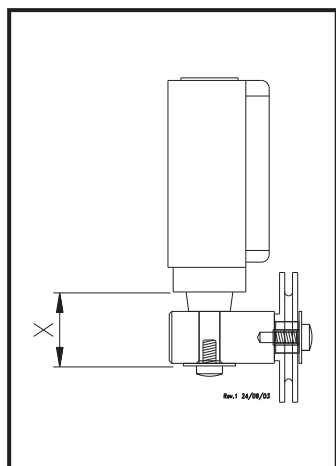

Fig.38 - Abb.38
7 - Pull the cable out for a length of 32 mm (Fig.38), then secure it with the second clamp.
7) Vérifier et assurer que la distance illustrée en fig. 38 soit 32 mm avec une tolérance maxi. de +/- 1 mm.
7) Sicherstellen, dass der in Abb. 38 gezeigte Abstand 32 mm mit einer max. Toleranz von +/- 1 mm ist.
7 -Comprobar y garantizar que la distancia ilustrada en fig. 38 sea 32 mm. con una tolerancia máximo. de +/- 1 mm..